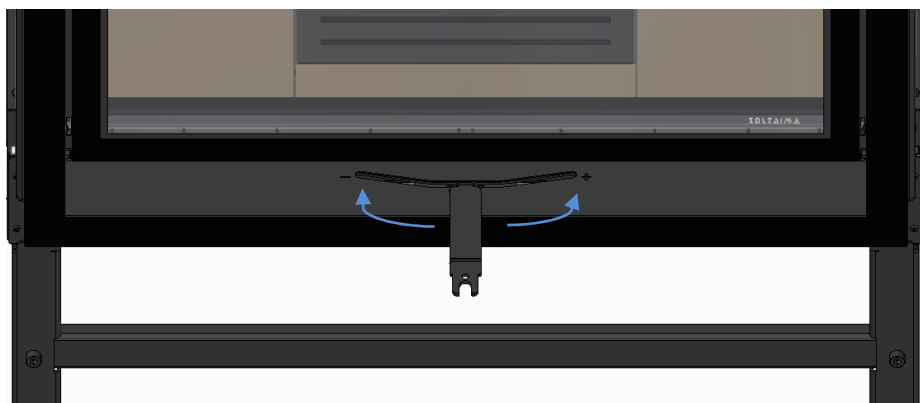

Figura 34
Para abrir os registos de ar – Deslizar o regulador para o lado direito (referenciado com o símbolo “+”) com a chave que vem no equipamento, durante a fase de acendimento e maior consumo de lenha, ver Figura 34.
- a) Abrir o regulador de ar de combustão, deslocar o regulador de combustão para a posição “+” (ver Figura 34).